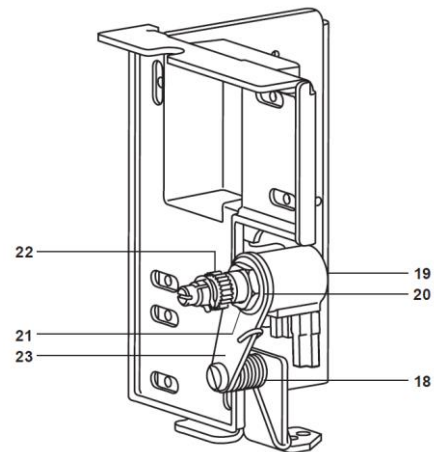

Fig. 12
- Schuif de potentiometer (19) in de plaat (23).
- Plaats het rondsel (20) en span de borgmoer (21) aan.
- Schuif het rondsel (22) en controleer de borging op de as van de potentiometer. Verifieer of het rondsel correct ingrijpt met de tandlat van de schakelplaat.
- Plaats dan de veerplaat (18) zoals voorgesteld in Fig. 12.